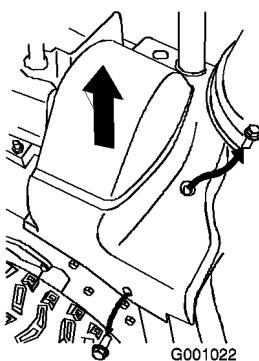

Figure 38
- Soulevez le côté droit du couvercle de courroie (Figure 38).